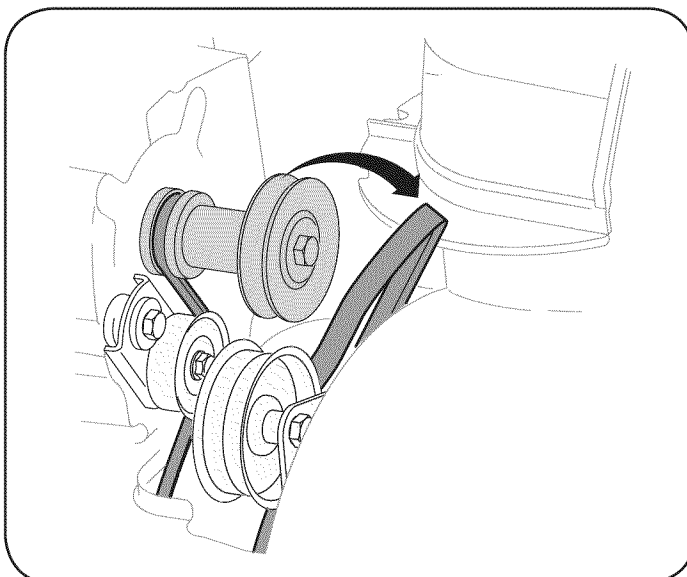

Figura 24
4. Saque la correa de la barrena de la p Polea del motor. Vea la Figura 24.